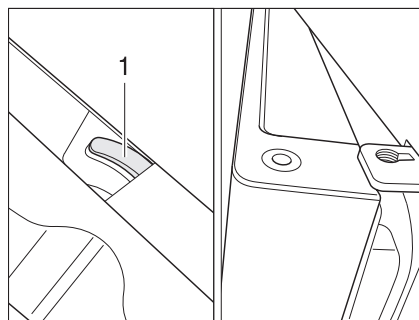

Fig. 205 Porte du réfrigérateur en position de ventilation (Dometic Série 7)
- Pousser le dispositif de verrouillage complètement vers la droite. La porte du réfrigérateur est fixée à l'aide de l'arrêt de porte (Fig. 205,1). La porte du réfrigérateur reste ainsi légèrement ouverte (Fig. 205).